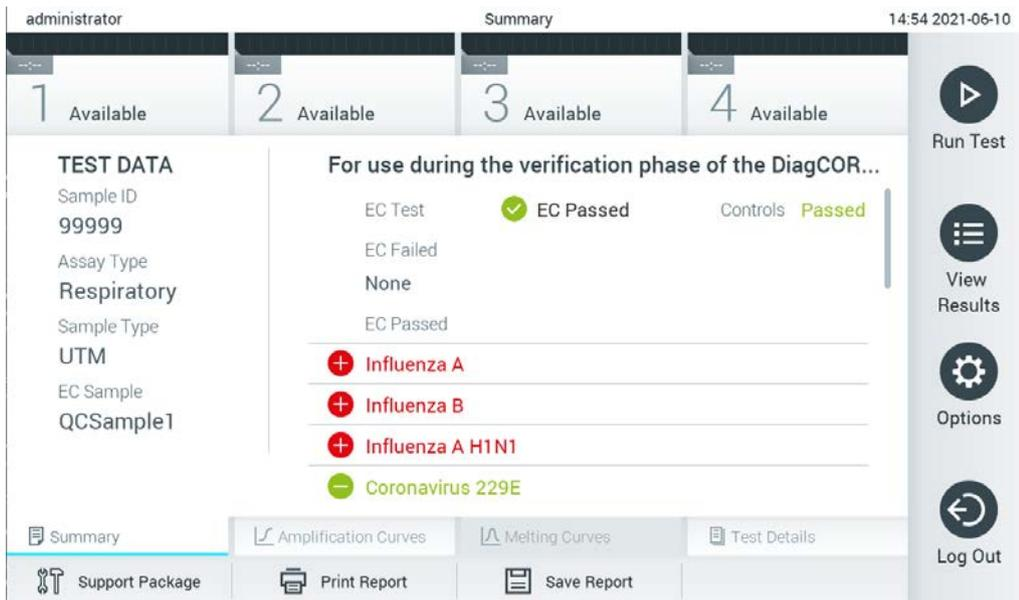

Figure 96. Écran EC Results Summary (Résumé des résultats EC).
12. Une fois la cartouche de dosage QIAstat-Dx éjectée, l'écran Summary (Récapitulatif) des résultats s'affiche (figure 96). Consultez la section 8.3 pour plus de détails.